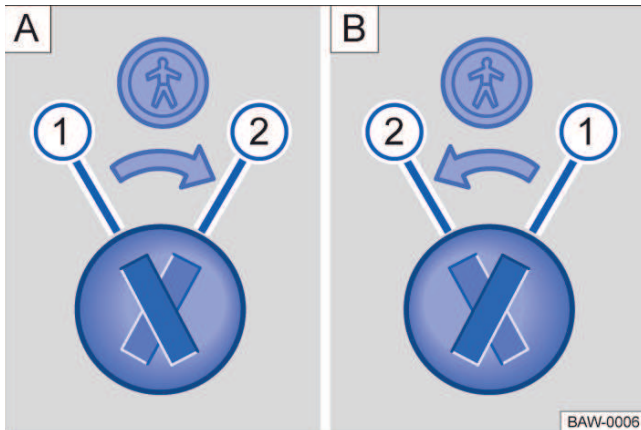

Fig. 46 Trava de segurança para crianças: **A** porta traseira esquerda, **B** porta traseira direita.
Legenda para → Fig. 46:
- Introduzir a haste da chave na ranhura da trava de segurança para crianças para ativar ou desativar → Fig. 46.